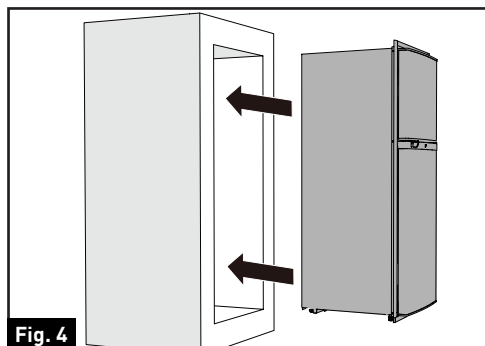

Fig. 4
3. Mettez le réfrigérateur complètement dans l'enceinte. (Fig. 4)